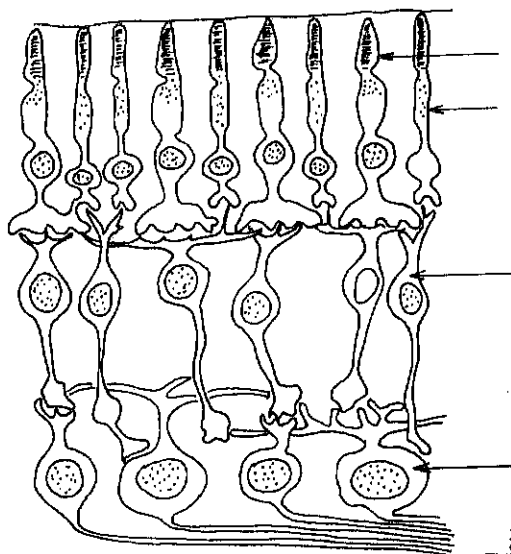

Figure 6
- 3.1. La figure 6 représente une interprétation d'une coupe schématique de rétine. Indiquer sur cette figure le sens de propagation de la lumière et de l'influx nerveux et donner le nom des différentes structures.